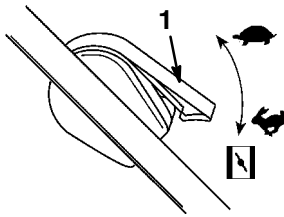

Figure 8
2. Si le moteur est froid, régler la manette des gaz sur la position de *starter*  (Fig. 8).
1. Régler la manette des gaz sur *lent* (Fig. 8).